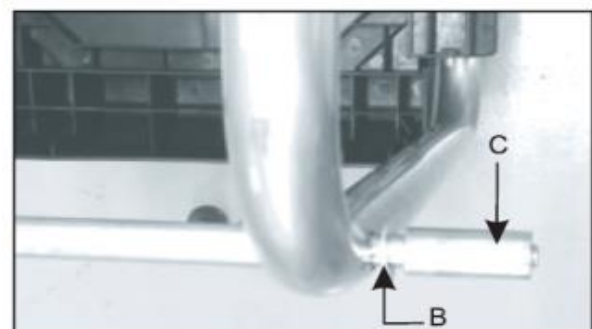

Fig.1B
4. Setzen Sie die gelieferte Unterlegscheibe (B) und Buchse (C) auf die Achse. (Fig.1B)